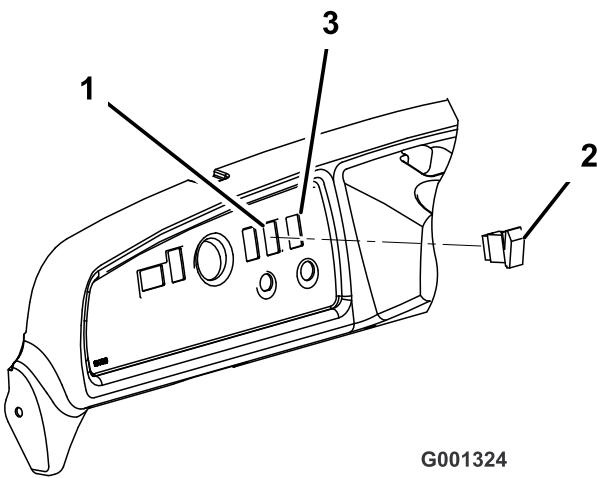

Figura 5
1. Retire el tapón del hueco del lado derecho del salpicadero (Figura 5).
2. Conecte el interruptor en el conector del arnés del salpicadero. Introduzca el interruptor en el hueco del salpicadero (Figura 5).